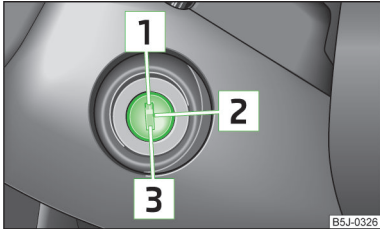

Abb. 107
- Während der Fahrt mit stehendem Motor muss der Zündschlüssel immer in der Position **2** » Abb. 107 auf Seite 110 (Zündung eingeschaltet) sein. Diese Stellung wird durch das Aufleuchten von Kontrollleuchten angezeigt. Wenn das nicht der Fall ist, könnte es unerwartet zur Verriegelung der Lenkung kommen - es besteht Unfallgefahr!
- Der Anlasser darf nur dann betätigt werden, wenn der Motor und das Fahrzeug steht. Wird der Anlasser bei laufendem Motor betätigt **3** » Abb. 107 auf Seite 110, kann der Anlasser bzw. der Motor beschädigt werden.
Benzinmotoren » Abb. 107
Dieselmotoren » Abb. 107
Wenn die **Lenkung gesperrt ist** und der Schlüssel sich nicht oder nur schwer in die Position **2** » Abb. 107 drehen lässt, dann ist das Lenkrad etwas hin und her zu bewegen - die Lenkungsverriegelung wird dadurch entriegelt.
- Die Zündung einschalten **2** » Abb. 107 auf Seite 110.
» Abb. 107 auf Seite 110.